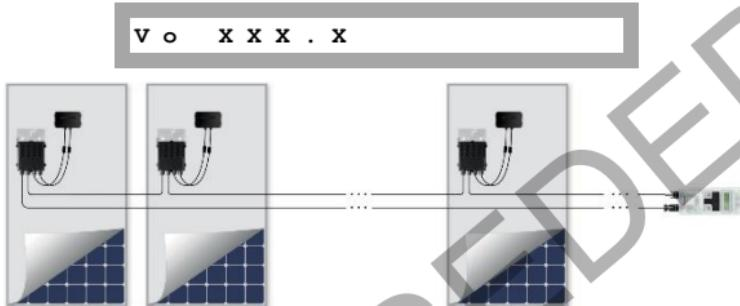

図2: SolarEdgeキーの接続
- 3 パワーオプティマイザのストリングを SolarEdgeキーに接続します (図2参照)。
- 3 パワーオプティマイザのストリングを SolarEdgeキーに接続します(図2参照)。